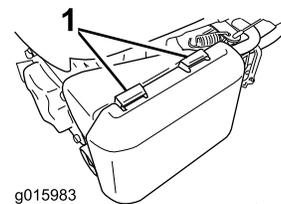

Figura 24
1. Presione hacia abajo los cierres de la parte superior de la tapa del limpiador de aire (Figura 24).